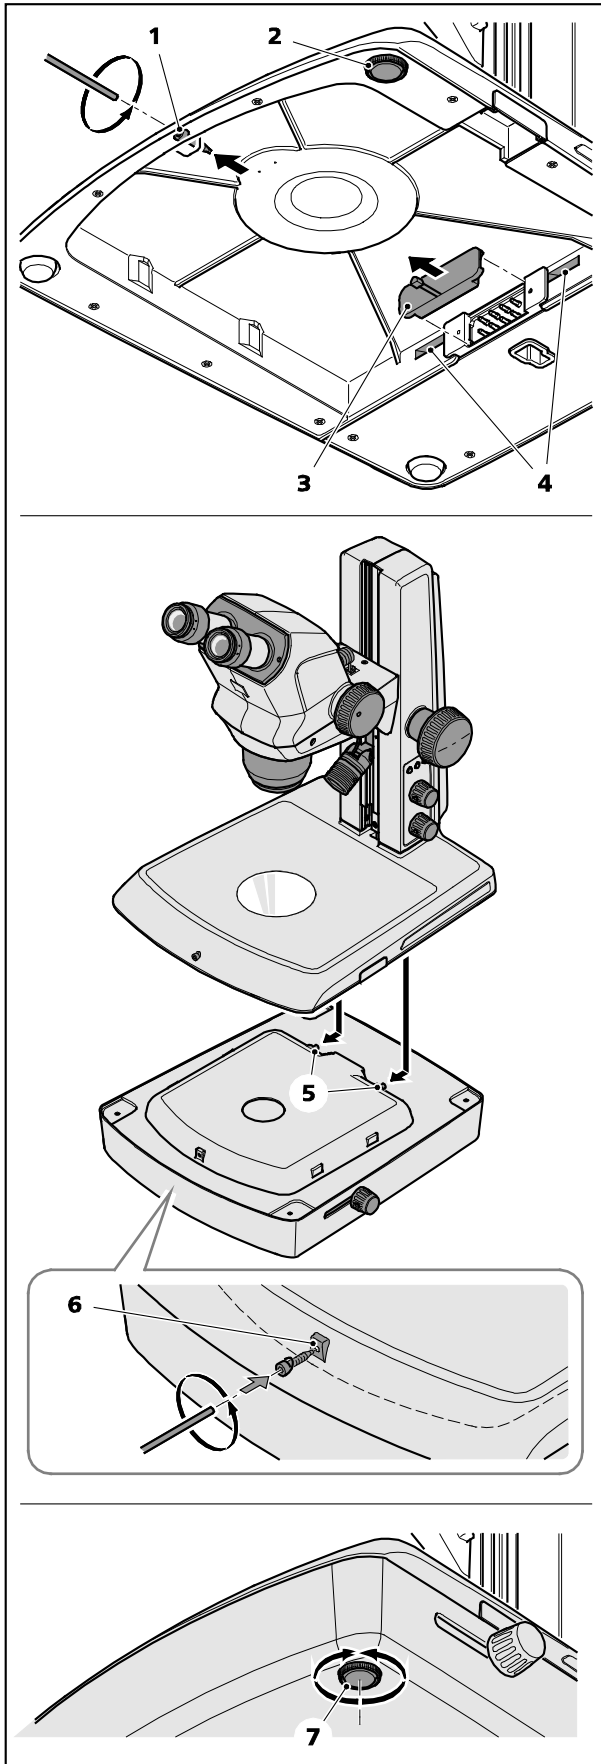

Figura 3 Montaggio illuminazione con luce trasmessa M LED
- Svitare la vite Allen 3 mm (Figura 3/1) dalla parte frontale dello stativo e metterla da parte.
- Avvitare a fondo il piede dello stativo (Figura 3/2) regolabile in altezza.
- Rimuovere il cappuccio (Figura 3/3).
- Appoggiare lo stativo con cautela da dietro sull'unità di illuminazione con luce trasmessa e spingerlo in avanti fino a quando la piastra dello stativo e l'unità di illuminazione con luce trasmessa non sono allineate a filo. I due naselli (Figura 3/5) devono far presa nelle cavità (Figura 3/4).
- Avvitare la vite Allen 3 mm nel foro filettato (Figura 3/6) dell'unità di illuminazione con luce trasmessa e stringerla a mano.
- Rimettere lo stativo in piedi ed eventualmente fare in modo che non si ribalti regolando il piede regolabile in altezza dell'unità di illuminazione con luce trasmessa (Figura 3/7).